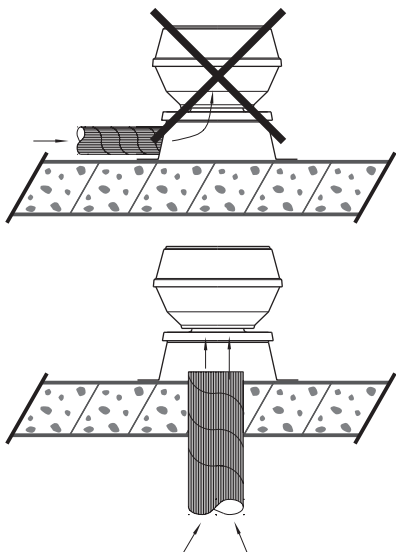

Abbildung 3
- Ein asymmetrischer Verlauf des Luftstroms ist zu vermeiden (siehe Abbildung 3);